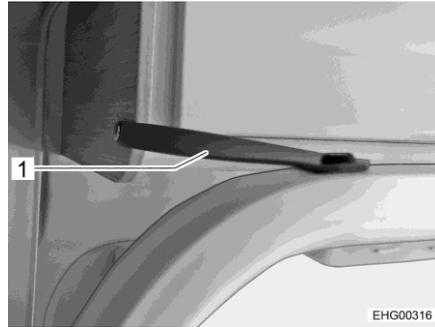
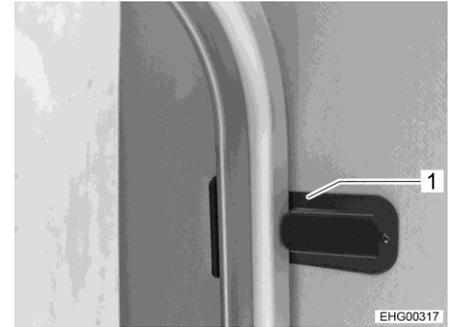

Bild 36 Klappbarer Bettrost, Riemen
Bild 37 Klappbarer Bettrost, Halter
- Bett mit klappbarem Bettrost: Bettrost nach oben klappen und mit Riemen (Bild 36,1) und Halter (Bild 37,1) befestigen.